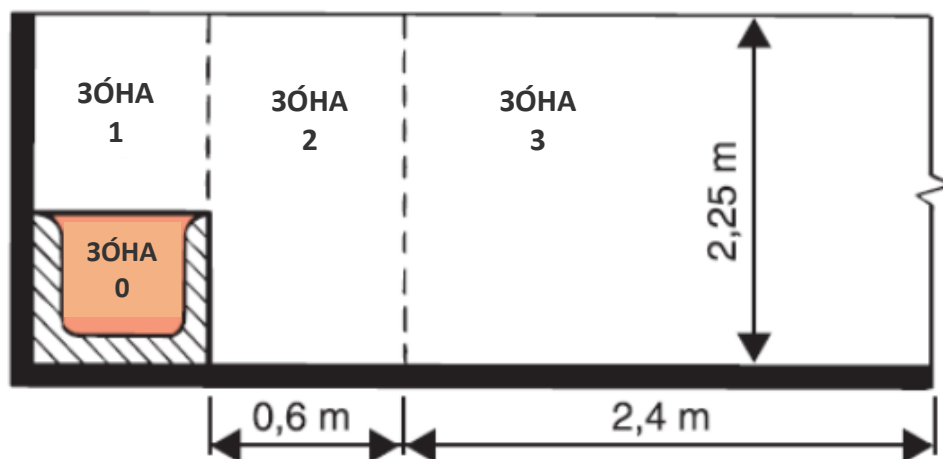

Рисунок 1
- возможность установки в ваннных и умывальных помещениях в зоне **1** – степень защиты IP 25 (над уровнем ванны, душевые кабины) согласно **ČSN 33 2000-7-701** (рис. 1)